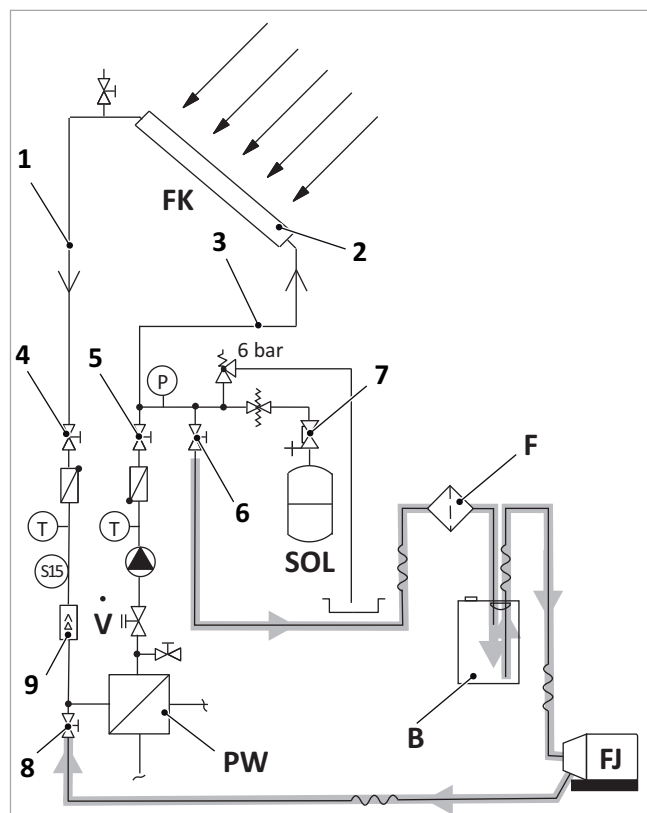

Abb. 9: Primärkreis: Spülen des Plattenwärmeübertragers
6. Den Luftfang → Abb. 9, S. 12 (9) der Station über den Handentlüfter entlüften.
Primärkreis in Betrieb nehmen (vgl. → Abb. 9, S. 12)**ACHTUNG**
- Nach Neubefüllung des Solarkreises wird es im laufenden Betrieb zu Ausgasungen kommen, die sich im Luftfang der Station → Abb. 9, S. 12 (9) sammeln. Diese Ausgasungen nehmen mit zunehmender Betriebsdauer ab. In den ersten Tagen nach Inbetriebnahme daher täglich und anschließend je nach abgeschiedener Luftmenge in größeren Abständen den Luftfang entlüften und den Anlagendruck kontrollieren.